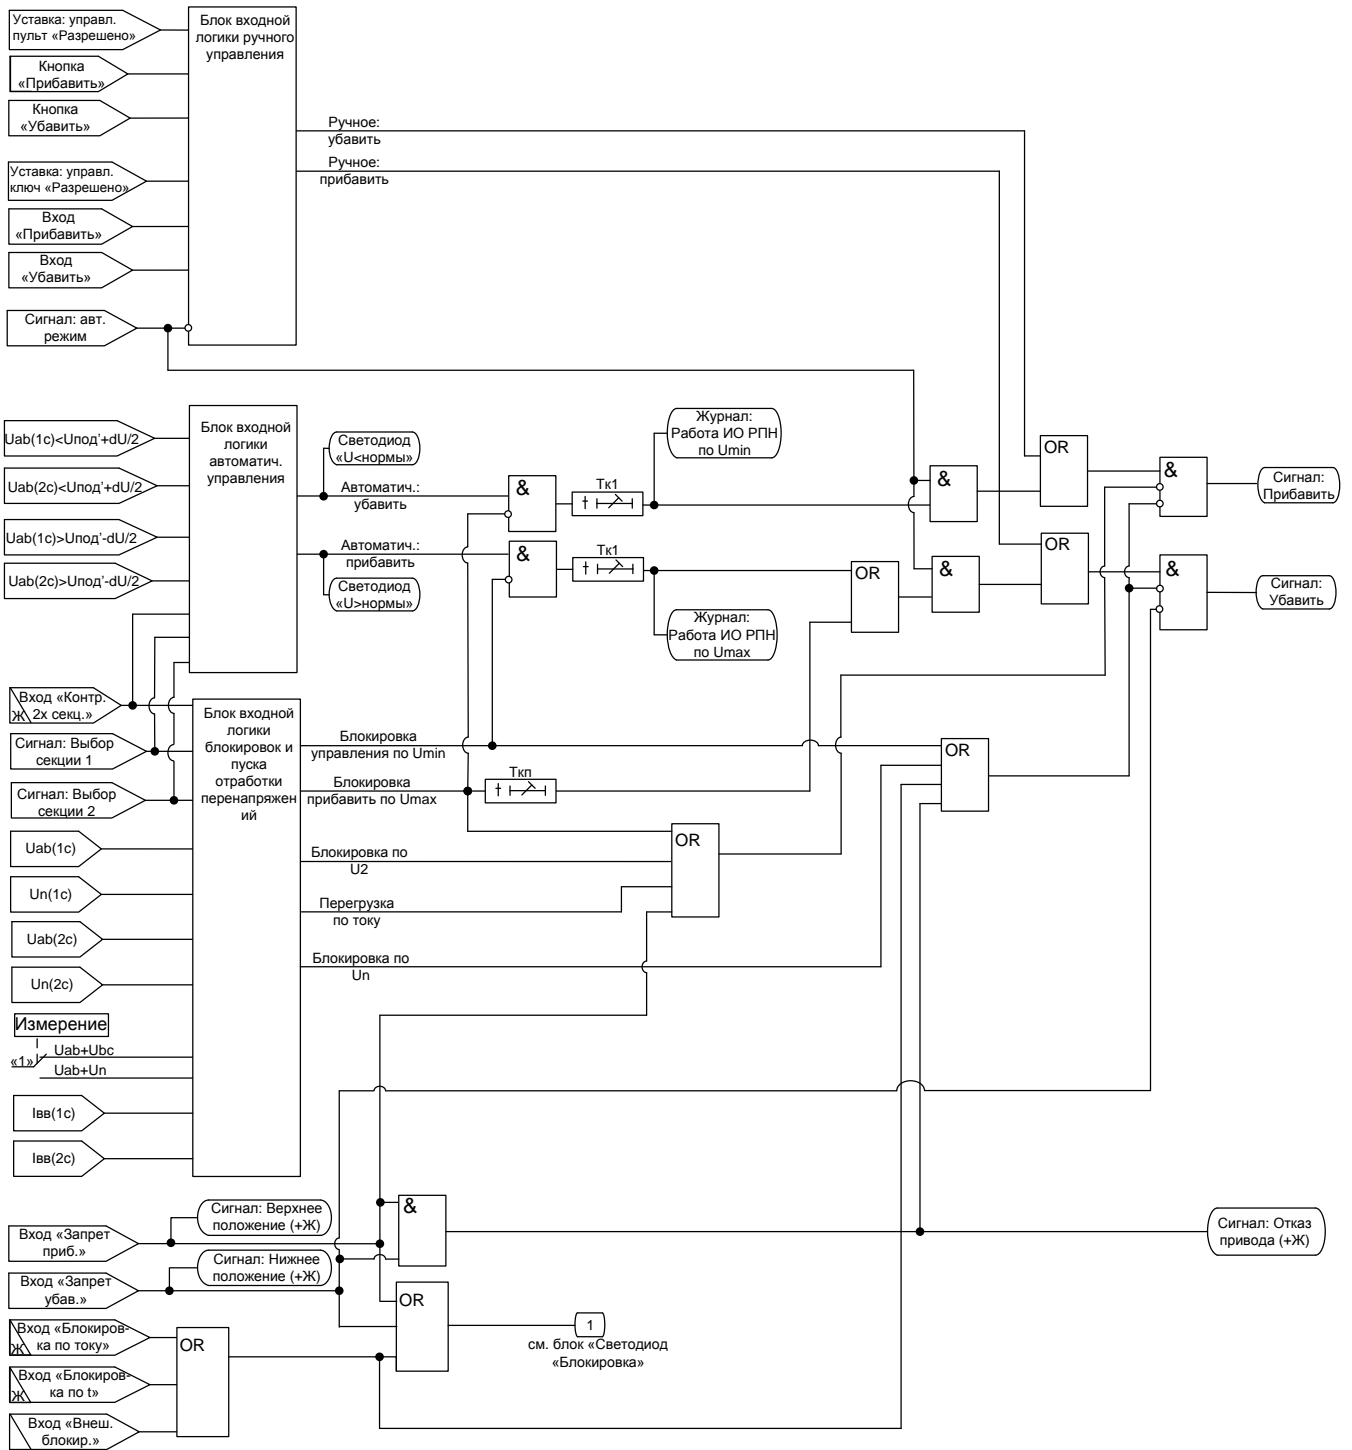

Рисунок 5.1 – Логика формирования команд управления.
**Блокировки.** Наличие любого сигнала внешней блокировки («Внеш. блок.», «Блокировка по току», «Блокировка по  $t$ ») запрещает формирование команд «Прибавить» и «Убавить», формируется сигнал «Блокировка» (см. рис. 5.1). При снятии сигналов внешней блокировки пропадает сигнал «Блокировка», разрешается регулирование.
Если обнаружен сигнал от нижнего концевого выключателя (на входе «Запрет убавить»), то запрещается выдача команды «Убавить», формируется сигнал «Блокировка» (см. рис. 5.1). При снятии сигнала от концевого выключателя снимается сигнал «Блокировка».
Если обнаружен сигнал от верхнего концевого выключателя (на входе «Запрет прибавить»), то запрещается выдача команды «Прибавить», формируется сигнал «Блокировка» (см. рис. 5.1). При снятии сигнала от концевого выключателя снимается сигнал «Блокировка».
При одновременном наличии сигналов на дискретных входах «Запрет прибавить» и «Запрет убавить» регулировка напряжения полностью запрещается, формируются сигналы «Блокировка», «Отказ привода», «Сигнализация». Регулятор деблокируется, когда будут сняты оба сигнала (см. рис. 5.1).
**Внутренняя блокировка по току.** Если в регулируемой секции ток ввода  $I_{вв} > I_{max}$ , то запрещается выдача команды «Прибавить», формируется сигнал «Блокировка», через время контроля перегрузки по току  $T_{ср}$  формируются длительный сигнал «Перегрузка» и импульсный сигнал «Сигнализация» (см. рис. 5.1). Сигналы «Блокировка» и «Перегрузка» сбрасываются, когда ток уменьшается ниже  $0,95 I_{max}$ .
**Внутренняя блокировка по  $U_2$ .** Если в регулируемой секции напряжение  $U_2$  превышает уставку, то регулирование запрещается, формируется сигнал «Блокировка» (см. рис. 5.1). При снижении напряжения ниже 98% порогового значения пропадает сигнал «Блокировка», разрешается регулирование.
**Работа при достижении  $U_{min}$ .** Если в регулируемой секции действующее значение напряжения меньше  $U_{min}$ , то запрещается регулирование, формируется длительный сигнал «Блокировка» и импульсный сигнал «Сигнализация» (см. рис. 5.1). При повышении напряжения выше  $1,02U_{min}$  сбрасывается сигнал «Блокировка», разрешается регулирование.
Если условие (2) выполняется, то спустя время  $T_{k1}$  формируется сигнал «Прибавить» (см. рис. 5.1).
**Программа понижения напряжения.** Если выполняется условие (3), то включается светодиод «U>нормы», запускается таймер Тк1 (задержка формирования первичной команды на управление приводом). В течение этого времени контролируется выполнение условия (3). Если условие (3) не выполняется, то сбрасывается подсчет Тк1 и выключается светодиод «U>нормы». Если условие (3) выполняется, то спустя время Тк1 формируется сигнал «Убавить» (см. рис. 5.1).
**Программа отработки перенапряжений.** Если обнаружено перенапряжение  $U_{изм} > U_{мах}$ , то включается светодиод «U>нормы», запрещается выдача команды «Прибавить», формируются длительный сигнал «Блокировка» и импульсный сигнал «Сигнализация», запускается подсчет выдержки времени Ткп (задержка формирования команды управления при отработке перенапряжения). Если спустя это время перенапряжение сохраняется, то формируется команда «Убавить». Переключения будут продолжаться до тех пор, пока выполняется условие (3), т. е. пока напряжение не вернется в зону нечувствительности. При  $U_{изм} < U_{мах}$  сбрасывается сигнал «Блокировка».